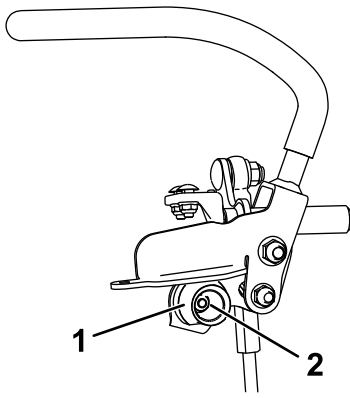

Figure 45
6. Desserrez l'écrou de fixation de la came (Figure 45).